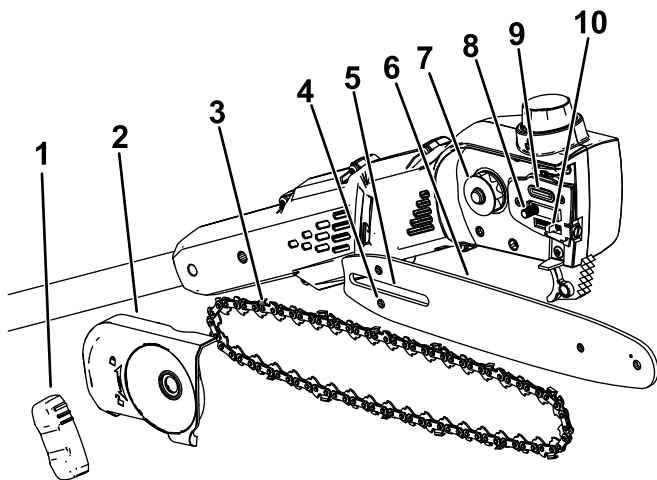

図 19
2. サイドカバーを取り外します。バーカバーのノブを反時計回りに回してノブを外し、サイドカバーを取り外します (図 19)。
重要 チェーン調整スタッドがガイドバーのチェーン調整スタッドスロットに挿入されるようにします  **図 19**。スタッドをガイドバーの穴に嵌め込むには、チェーン張りネジを回転させる必要がある場合があります。